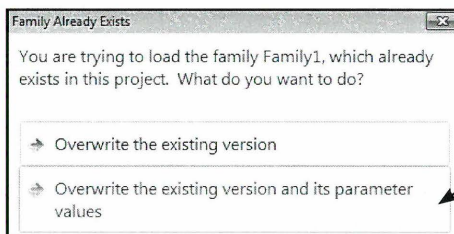

Fig. 06.73. Overwrite.
- Vælg den nederste *Overwrite* mulighed (Fig. 06.73).